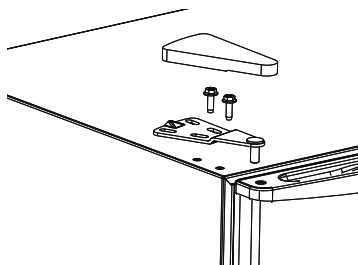

Fig. 6
- ▶ Remontez ensuite la charnière supérieure et vissez-la à fond à l'aide des deux vis. Utilisez un tournevis cruciforme afin de bien serrer les vis (voir **Fig. 6**).